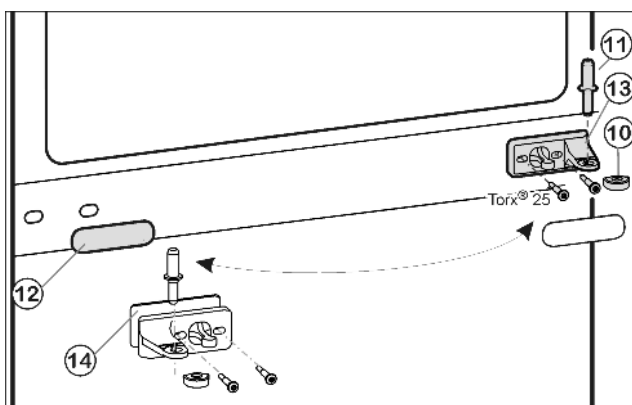
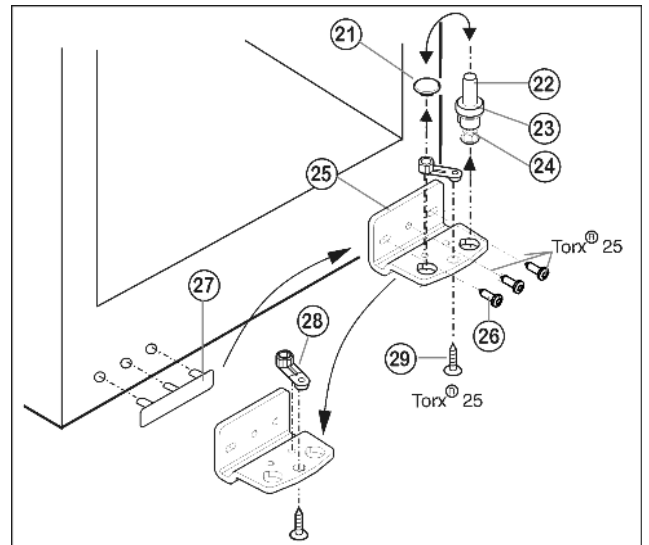

Fig. 8
Fig. 9
- ▶ Retirer le pivot central Fig. 8 (11) de sa charnière et de la porte inférieure.
- ▶ Retirer le capuchon en plastique Fig. 8 (10).
- ▶ Dévisser le support d'appui du milieu Fig. 8 (13) (2 Torx® 25).
- ▶ Retirer avec précaution le panneau-cache Fig. 8 (12).
- ▶ Visser le support d'appui du milieu Fig. 8 (13) avec le support pivoté Fig. 8 (14) de 180° sur le nouveau côté charnière (avec 4 Nm).
- ▶ Encliqueter de nouveau le panneau-cache Fig. 8 (12) tourné de 180° sur le nouveau côté poignée.
- ▶ Dévisser le pivot Fig. 9 (22) complètement avec le disque Fig. 9 (23) et le pied réglable Fig. 9 (24) vers le haut.
- ▶ Enlever le bouchon Fig. 9 (21).
- ▶ Dévisser Fig. 9 (26) le support d'appui Fig. 9 (25).
- ▶ Dévisser l'élément pivotant Fig. 9 (28) et le permuter dans le trou opposé du support d'appui.
- ▶ Soulever le cache côté poignée Fig. 9 (27) avec précaution et le positionner sur le côté opposé.
- ▶ Revisser à fond le support d'appui Fig. 9 (25) sur le nouveau côté charnière en utilisant une visseuse sans fil si nécessaire, avec un couple de serrage de 4 Nm.
- ▶ Replacer le bouchon Fig. 9 (21) dans l'autre trou.
- ▶ Replacer le pivot Fig. 9 (22) complètement avec le disque et le pied réglable. Faire attention à ce que les ergots d'encliquetage soient tournés vers l'arrière.
- ▶ Placer la porte supérieure par le haut sur le pivot inférieur *Fig. 9 (22)*.
- ▶ Remettre le capuchon en plastique *Fig. 8 (10)* sur le support d'appui central *Fig. 8 (13)*.
- ▶ Placer le pivot du milieu *Fig. 8 (11)* sur le nouveau côté charnière à travers le support d'appui central *Fig. 8 (13)* dans la porte inférieure.
- ▶ Placer la porte supérieure sur le pivot du milieu *Fig. 8 (11)*.
- ▶ Aligner éventuellement les portes à la carrosserie grâce aux deux trous longitudinaux dans le support d'appui inférieur *Fig. 9 (25)* et le support d'appui central *Fig. 8 (13)*. Pour cela, dévisser la vis centrale du support d'appui inférieur *Fig. 9 (25)*.